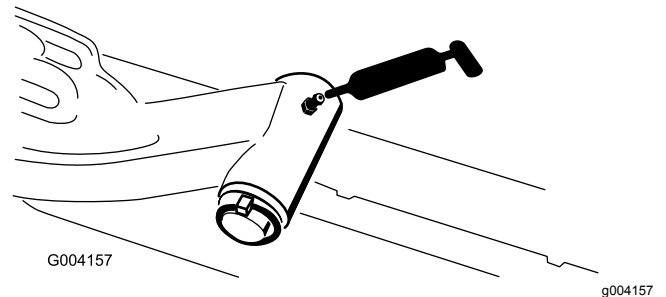

Figura 63
- Eixo das articulações do braço de elevação (1 cada) – Figura 63